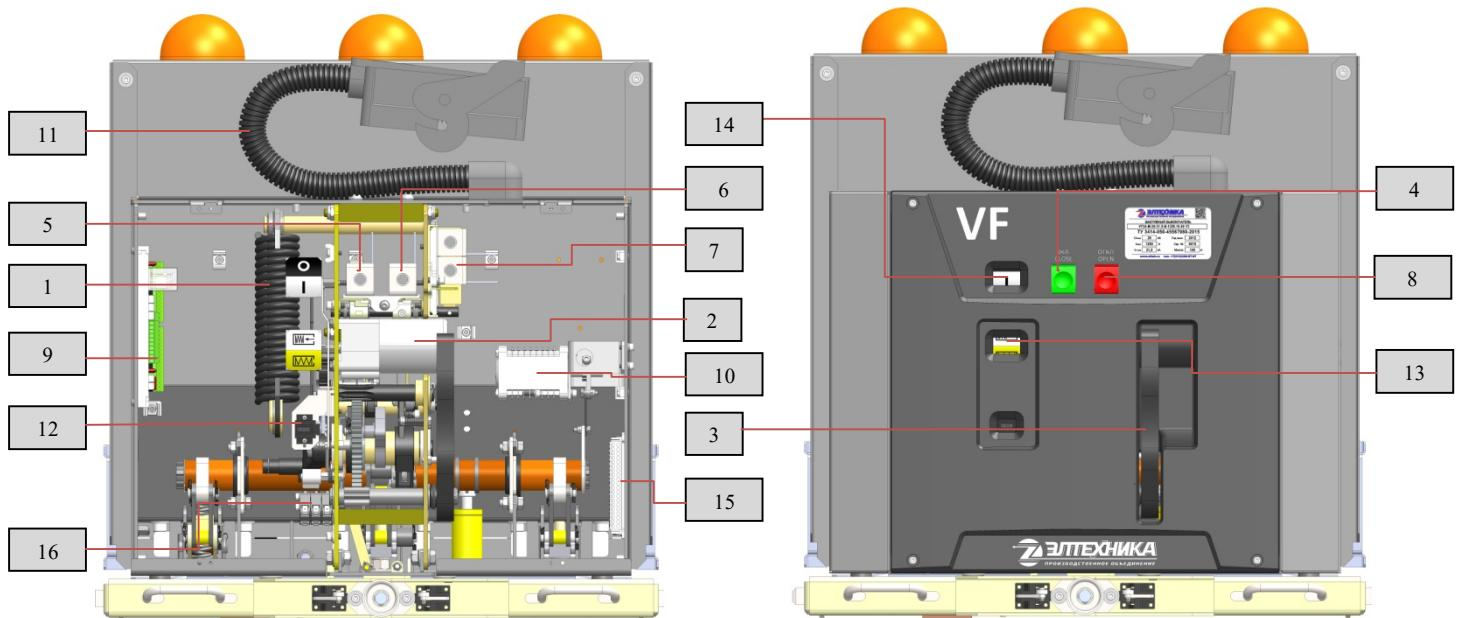
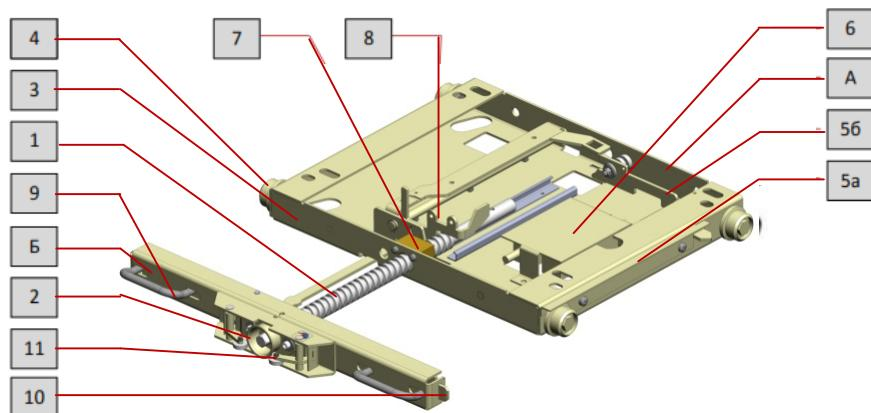
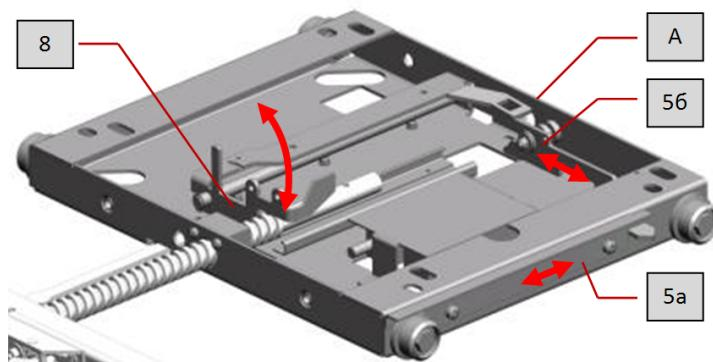

Рис. 3 Привод выключателя:
Рис. 5 Тележка аппаратная:
Рис. 6 Механические блокировки:
Привод выключателя (рис. 3) представляет собой механизм, обеспечивающий размыкание и замыкание контактов ВДК с характеристиками, необходимыми для нормального функционирования выключателя.
Тележка аппаратная (рис. 5) состоит из подвижной части (А), к которой крепится выключатель при помощи 4 болтовых соединений М12, и неподвижной (Б), являющейся опорой червячно-винтового механизма привода подвижной части. Перемещение подвижной части относительно неподвижной осуществляется посредством винта (1) при помощи рукоятки оперирования выкатным элементом (рис. 13), которая устанавливается в гнездо (2).
1.4.1.5.1. Механическая блокировка перемещения выкатного элемента (11) при открытой двери ячейки препятствует установке рукоятки оперирования выкатным элементом в гнездо (2) (рис. 5).
обозначения согласно рис. 5
связи с заземлителем и другими коммутационными аппаратами ячейки (рис. 5). Нажимная планка блокировки заземлителя (5а) управляет шторкой гнезда оперирования заземлителем, разрешая оперирование им только в контрольном (выкаченном) положении выключателя. С другой стороны, механизм заземлителя воздействует на планку блокировки винта привода тележки (5б), утапливая ее внутрь основания (3), при включенном заземлителе. Планка блокировки винта привода (5б), в свою очередь, через систему рычагов блокирует винт (1) привода тележки аппаратной (рис. 6).
1.4.1.5.3. Механическая блокировка включения выключателя (8) запрещает перемещение подвижной части (А) тележки аппаратной из фиксированного положения (рабочего или контрольного) при включенном выключателе, а также блокирует включение выключателя в промежуточном положении подвижной части (А) тележки аппаратной (рис. 6).
1.4.1.5.5. Блокировка от повторного включения препятствует подаче команды на повторное включение выключателя в отключенном положении. Блокировка реализована на плате управления X1 (11) (рис. 3) в схеме цепей управления выключателем (Приложение 2). Она препятствует подаче команды на электромагнит включения в дистанционном режиме.
Блок-контакты выключателя (12) (рис. 3) и блок-контакты силовой пружины (18) расположены на приводе выключателя. Блок-контакты тележки аппаратной (6) (рис. 5) расположены на подвижной части (А) тележки аппаратной.